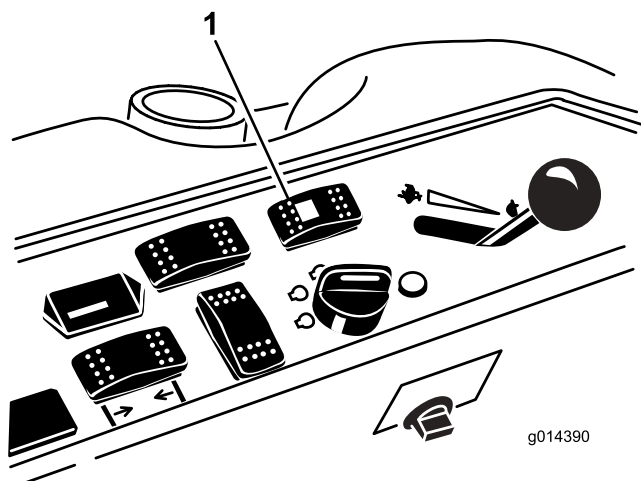

Figura 40
1. Premete la parte posteriore dell'interruttore di selezione della sterzata (sterzata a quattro ruote) (Figura 40).